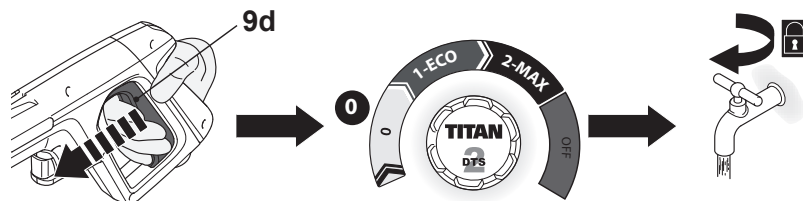

Fig. 24
1. Suelte el gatillo (9d) (Fig. 24).